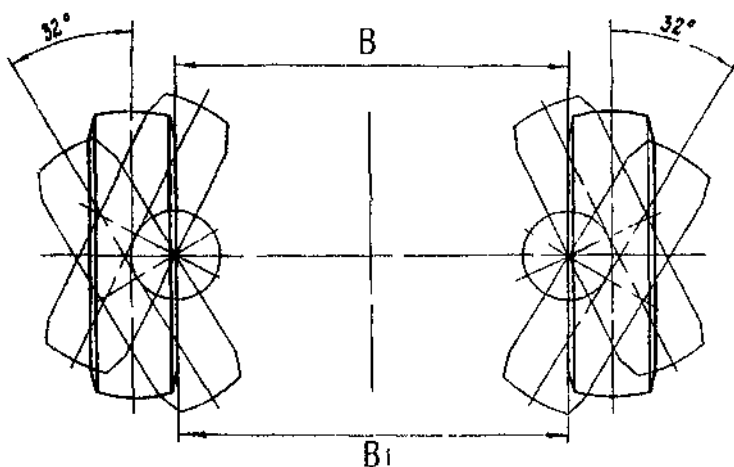

Рис. 54. Установка управляемых колес
Регулирование схождения передних колес. Схождение передних колес проверяйте при номинальном давлении воздуха в шинах замером разности расстояний V_1 и V (рис. 54) по бортам ободьев колес. Порядок проверки:
- раздвижной линейкой замерьте расстояние V_1 между бортами ободьев колес в задней части на уровне центров колес, и отметьте места замеров. Перекатите автомобиль, чтобы отмеченные точки оказались впереди, и замерьте расстояние V . Спереди расстояние должно быть на 1-3 мм меньше чем сзади. Если разность расстояний V_1 и V выходит за вышеуказанные пределы, то регулируйте схождение колес изменением длины поперечной рулевой тяги, ослабив затяжку болтов наконечников тяги рулевой трапеции. Отрегулировав схождение, затяните болты наконечников тяги. Углы поворота ограничиваются постоянными нерегулируемыми упорами, величина их указана на рис. 54.